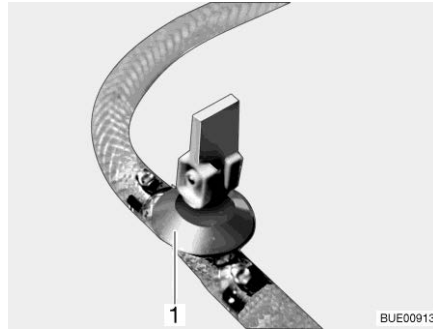
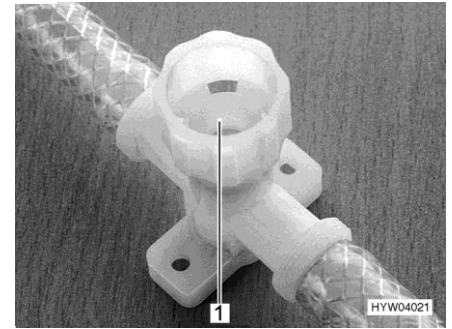

Fig. 259 Rubinetto di scarico (con leva a bilanciere)
Fig. 260 Rubinetto di scarico (con tappo a vite)
- Aprire tutti i rubinetti di scarico. Mettere la leva a bilanciere del rubinetto di scarico (Fig. 259,1) in posizione verticale o chiudere il coperchio del rubinetto di scarico (Fig. 260,1) in senso antiorario.